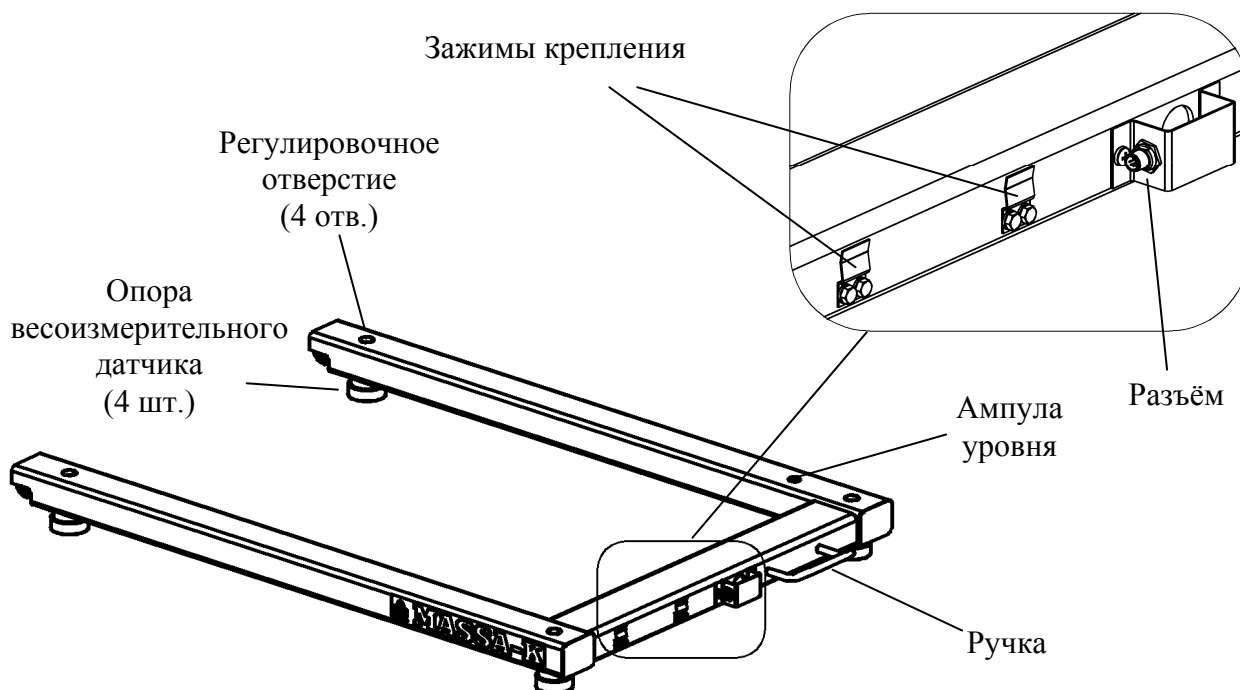

Рис. 5.1- Платформа весовая
5.1 Платформа весовая состоит из рамы, на которой установлены четыре цифровых весоизмерительных датчика с опорами (Рис. 5.1).
6.2 Вынуть заглушки из регулировочных отверстий (см. Рис. 5.1). Вкрутить опоры в весоизмерительные датчики. Используя шлицевую отвертку, установить винт каждой из опор вровень с верхней гранью весоизмерительного датчика.